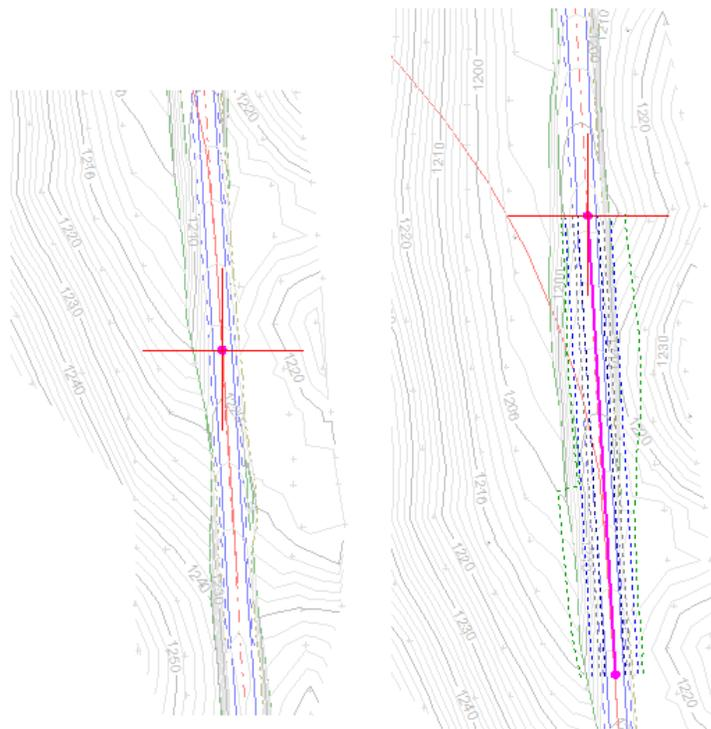

Figura 10-6: Izquierda: Punto Inicial del Nuevo Alineamiento. Derecha: IP Siguiente
13. Haga *zoom* en el punto capturado, deberá estar ubicado en la línea central antigua, al sur de donde la vía propuesta deja la antigua (Figura 10-6).